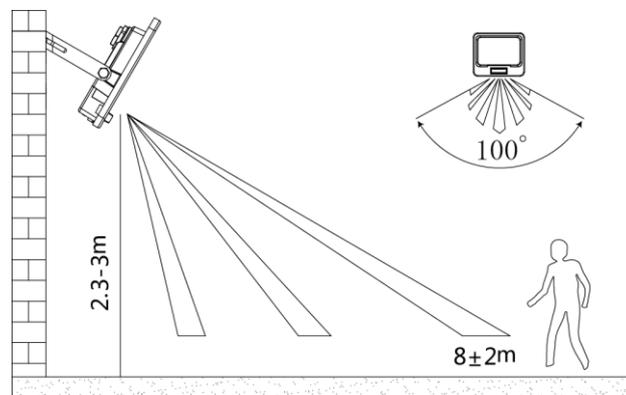

Abb. 1
- Die empfohlene Montagehöhe des Strahlers beträgt 2,3-3m. (siehe Abb.1)